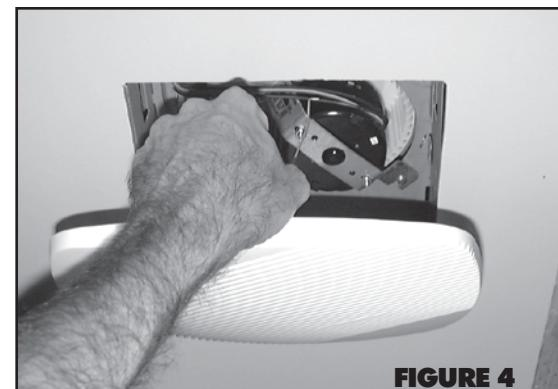

FIGURE 4
10. To install the grille, plug in light from grille assembly. Then insert grille springs into the slots on the housing and firmly push grille into place. (Fig. 4)
11. Instale la rejilla insertando los resortes dentro de las muescas en el bastidor y firmemente empujando la rejilla en su sitio. (Fig. 4)
11. Installer la grille en insérant les ressorts dans les fentes de l'enveloppe et en poussant fermement la grille en place. (Fig. 4)